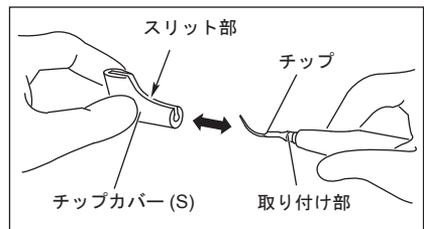

図26
取り外すときは、チップカバー (S) とハンドピースをしっかりと持ち、まっすぐ引き抜きます。(図 26)